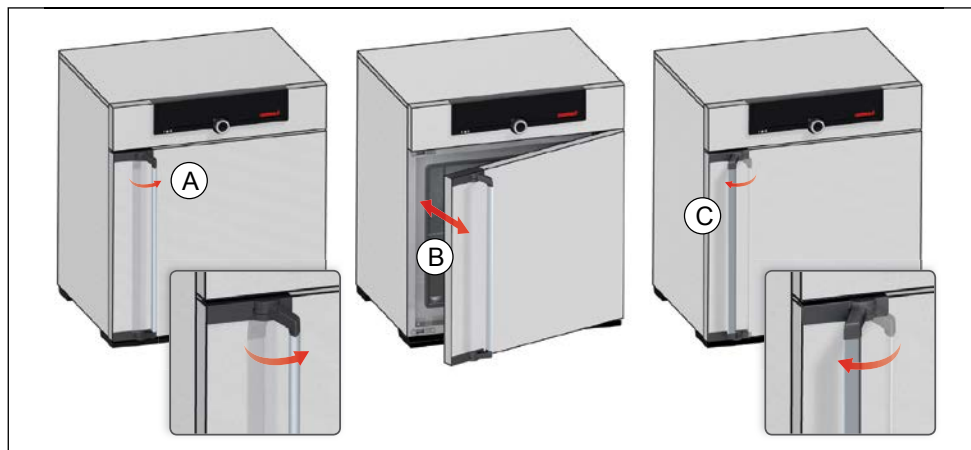

Abb. 14 Tür öffnen und schließen
- ▶ Zum Öffnen der Tür Türgriff zur Seite ziehen (je nach Türvariante links oder rechts, Abb. 14, A). Die Tür springt einen Spalt auf, so dass auf Wunsch bei hoher Temperatur im Innenraum die Hitze mit angelehnter Tür ablüften kann. Die Tür kann dann ganz geöffnet werden (B).
- ▶ Zum Schließen Tür zudrücken und Türgriff zur Seite drücken (C).